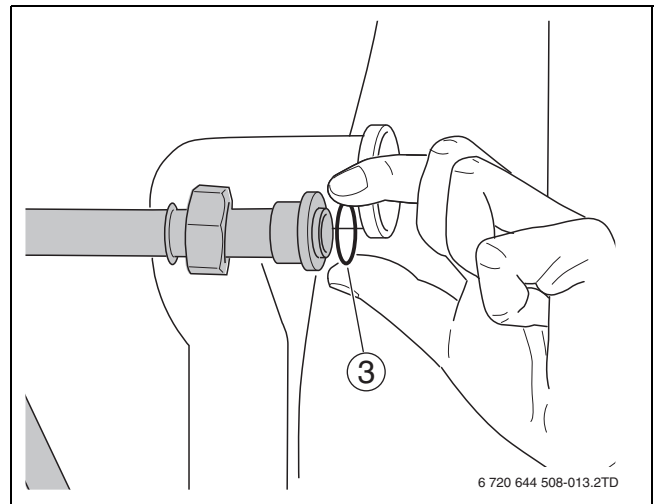

Fig. 18
- ▶ 取下燃气管的密封垫片并替换为随附的密封垫片 (→ 图 18, 第 45 页)。